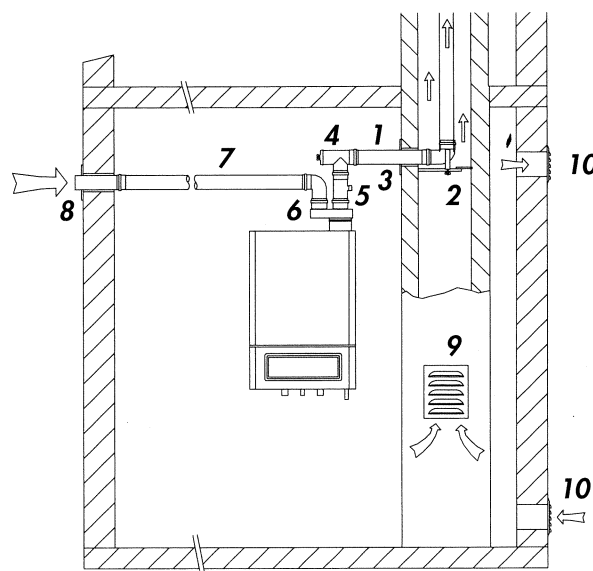

Fig. 27: Verbindungsleitung bedingt raumluftunabhängig
- Zuluftleitung **7** mit Wanddurchführung **8** und eventuellen Formteilen einbauen und mit dem Trennstück verbinden (siehe Fig. 27).